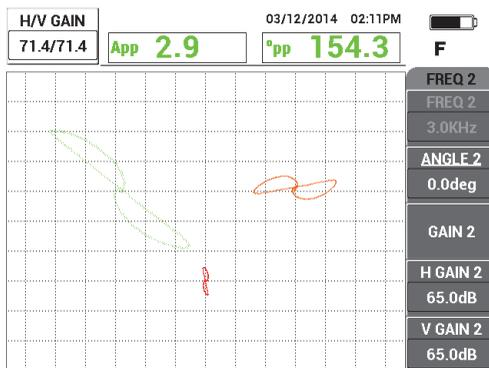

Рис. 5-139 Настройка усиления частоты 1
4. Нажмите клавишу **GAIN (dB)** и увеличьте усиление частоты 1, так чтобы сигнал отверстия поднялся на 4 деления вверх (см. Рис. 5-139 на стр. 239).